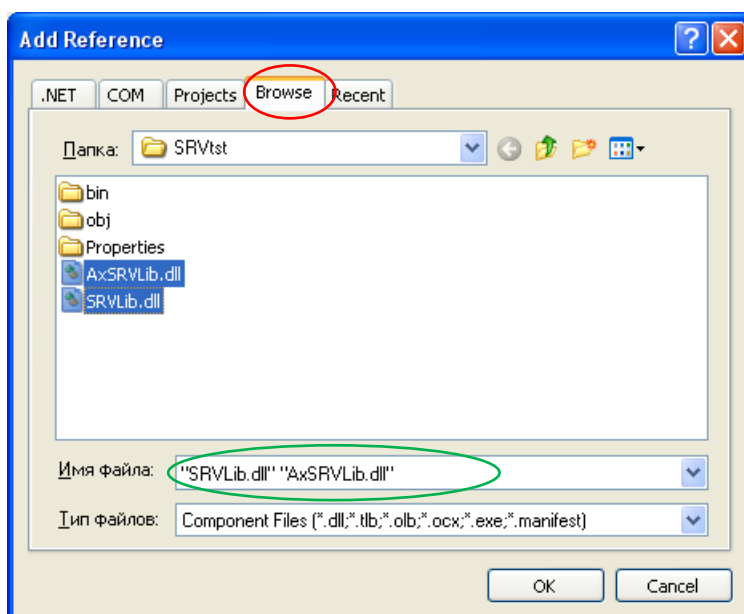

Рисунок 8. Добавление созданных файлов к проекту.
4. В итоге, в корневом каталоге Вашего проекта возникнут два файла dll, которые необходимо подключить к проекту. Рисунок 8.